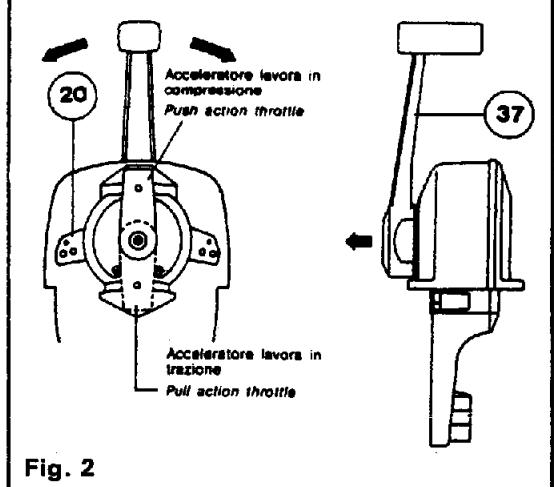

Fig. 2
- *Avant de fixer le levier 37 assurez-vous que le mécanisme soit au point mort (Culbuteur 20 comme indiqué à la Fig. 2).*
### INVERSION DU SENS DE COMMANDE ACCÉLÉRATEUR (Fig. 2)
Assurez-vous que la commande soit au point mort (Culbuteur 20 comme indiqué à la Fig. 2).
### ACCÉLÉRATION AU POINT MORT (Fig. 2)